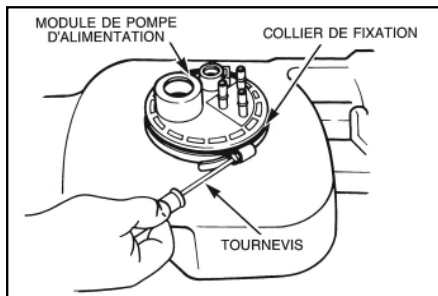

fig. 1
- B) Le module étant maintenu par la tension d'un ressort, il doit être maintenu pendant qu'on dépose le collier de fixation (Voir fig. 1). Après avoir déposé le collier, réduisez progressivement la pression de maintien et laissez le module sortir de lui-même.